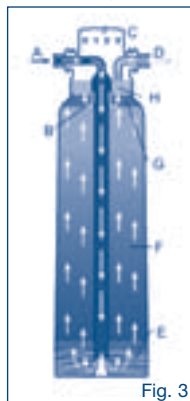

Fig. 3
L'acqua del rubinetto (A) scorre verso la cartuccia filtrante (Fig. 3). Nella sezione (E) le particelle vengono rimosse tramite un prefiltro e grazie al carbone attivo vengono eliminati odori e sostanze sgradevoli, come ad esempio il cloro. In seguito, l'acqua viene decarbonizzata (F) tramite lo scambiatore di ioni, lavorata con il carbone attivo (G) e infine filtrata (H).